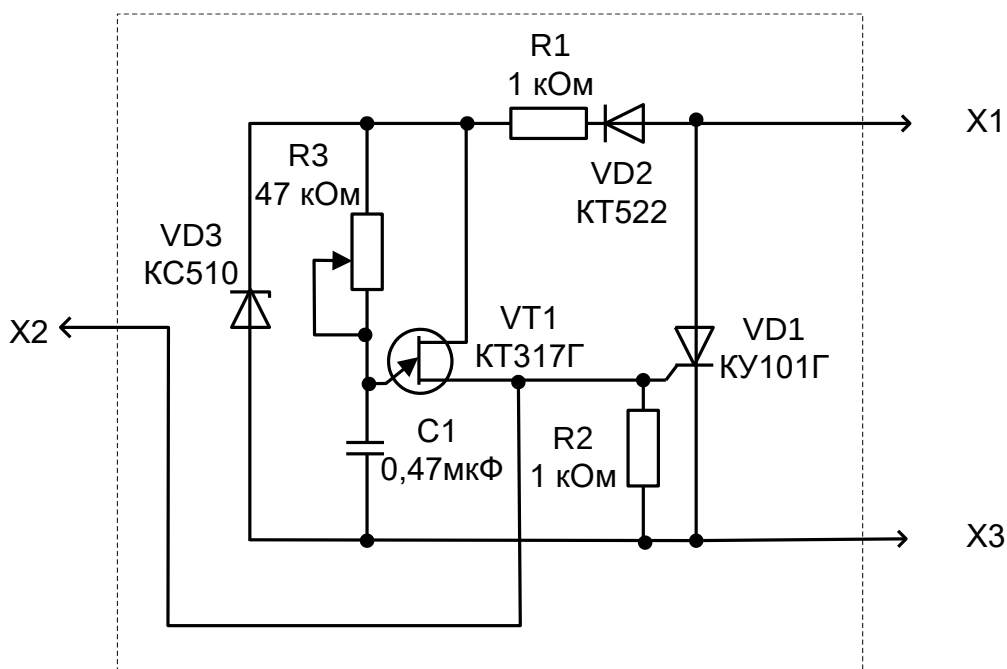

Рис.1.3. Схема блока фазового управления тиристора.
11. Миниблок «**Фазовое управление тиристора**» содержит маломощный тиристор КУ101 и генератор импульсов (рис. 1.3). Генератор импульсов выполнен на однопереходном транзисторе VT1. При подаче полуволны напряжения на анод запертого тиристора конденсатор C1 заряжается через сопротивления R₁ и R₃. Когда напряжение на конденсаторе достигает значения 0,7...0,8 от напряжения стабилизации стабилитрона, транзистор открывается и конденсатор разряжается по цепи эмиттер – база – управляющий электрод – катод тиристора. Тиристор отпирается, создает цепь для протекания тока через нагрузку и одновременно шунтирует генератор импульсов. Скорость заряда конденсатора и, следовательно, задержка подачи отпирающего импульса по отношению к моменту подачи положительного напряжения на анод тиристора регулируется потенциометром R₃. Вывод X2 служит только для наблюдения импульсов управления с помощью осциллографа.